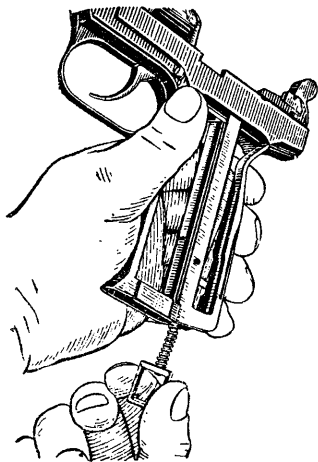

Рис. 12. Отделение (присоединение) боевой пружины с толкателем и защелкой магазина
8. Отделить боевую пружину с толкателем и защелкой магазина от рамки. Удерживая пистолет левой рукой, большим пальцем правой руки отжать защелку магазина вверх и назад и вывести ее из зацепления с рамкой; затем, сдвигая вниз, отделить боевую пружину вместе с толкателем и защелкой магазина от рамки (рис. 12).
4. **Присоединить боевую пружину с толкателем и защелкой магазина к рамке.** Удерживая пистолет на ладони левой руки, правой рукой взяться за защелку магазина и ввести толкатель внутрь рукоятки (см. рис. 12) полукруглым высьмом к задней стенке рукоятки. Затем вставить верхнюю часть толкателя в паз курка и, нажав большим пальцем правой руки на защелку магазина, слегка продвинуть ее вправо и поставить на свое место.